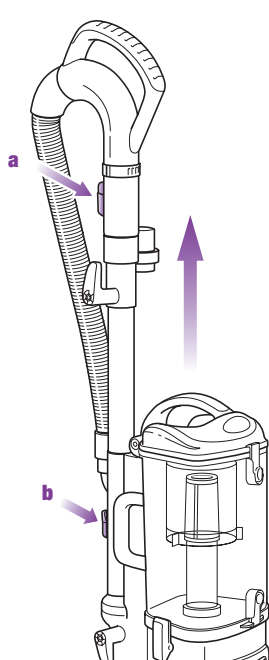

Fig. 14
- 2 Presione el botón de liberación del mango (a) y tire del mango hacia arriba o presione el botón de liberación del tubo de extensión (b) y tire del tubo de extensión hacia arriba. (Fig. 14)
- 1 Presione el botón de liberación del tubo de extensión y extraiga el tubo de extensión hacia arriba. (Consulte la página 42, Fig. 14-b)